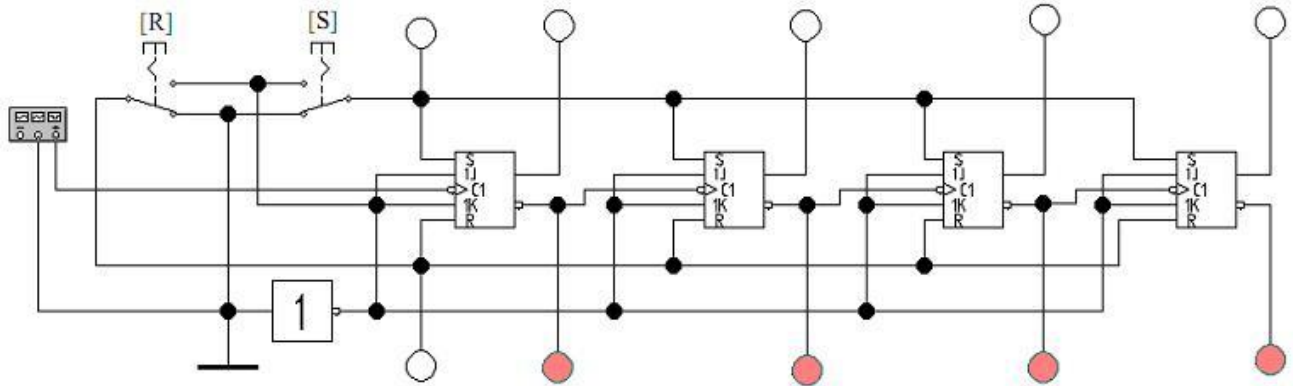

Рис. 1. Схема суммирующего асинхронного двоичного счетчика
2. Соберите суммирующий асинхронный счетчик на JK-триггерах (см. рис. 1).